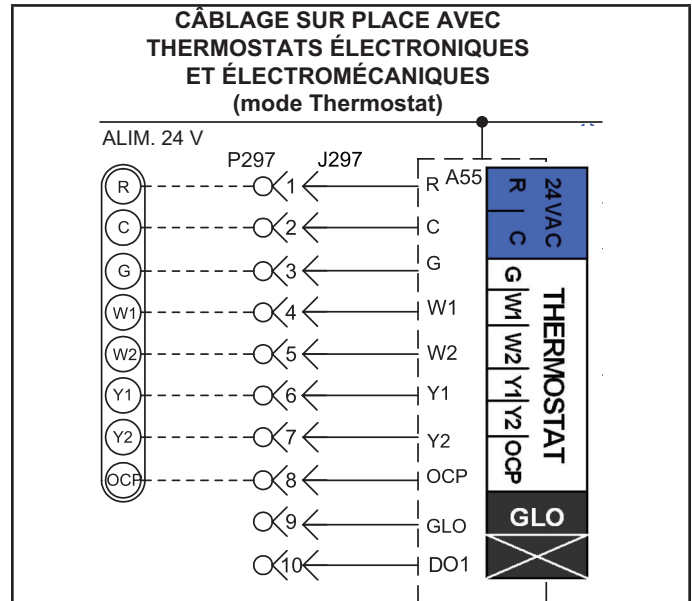
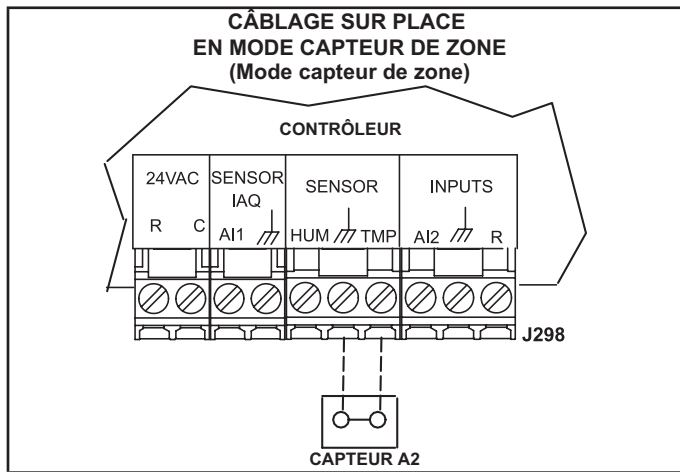
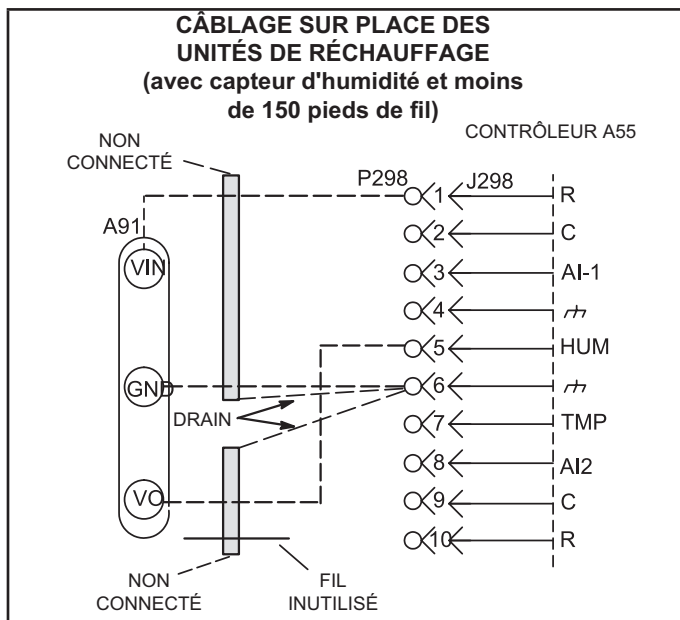

FIGURE 8
FIGURE 9
FIGURE 10
Le contrôleur de l'unité fait fonctionner deux stages de chauffage et de climatisation en fonction des demandes du thermostat. Installez le thermostat conformément aux instructions fournies avec le thermostat. Reportez-vous à la FIGURE 8 pour le câblage sur place et référez-vous aux schémas de câblage sur l'unité.
Le contrôleur de l'unité fera fonctionner le chauffage et la climatisation en fonction des points de consigne internes du contrôleur de l'unité et de la température du capteur de zone A2. Un panneau de contrôle réseau (NCP) optionnel peut également être utilisé pour fournir les points de consigne. Un thermostat ou un capteur de reprise d'air peut être utilisé comme mode de secours. Effectuez les connexions de câblage du capteur de zone comme indiqué à la FIGURE 9.
- 2- Effectuez les connexions électriques comme indiqué à la FIGURE 8 pour le mode thermostat et à la FIGURE 9 pour le mode capteur de zone. En outre, connectez un capteur d'humidité ou une entrée de déshumidification. Reportez-vous à la FIGURE 10 ou à la FIGURE 11 pour le câblage du capteur d'humidité ou à la FIGURE 12 pour le câblage de l'entrée de déshumidification.
Utilisez deux câbles blindés séparés contenant des paires torsadées de 20 AWG minimum avec un blindage global. Belden type 8762 ou 88760 (plénium) ou équivalent. Connectez les deux fils de drainage du blindage du câble sur TB1-7 comme indiqué à la FIGURE 10.
Utilisez deux câbles blindés séparés contenant des paires torsadées de 18 AWG minimum avec un blindage global. Belden type 8760 ou 88760 (plénium) ou équivalent. Connectez les deux fils de drainage du blindage du câble sur TB1-7 comme indiqué à la FIGURE 10.